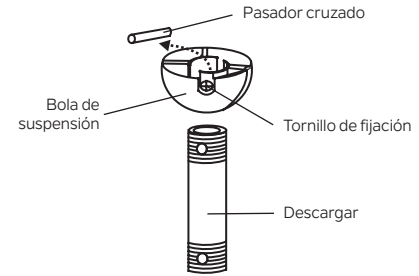

Figura 7
**Paso 5.** Retire la bola de suspensión del conjunto de la varilla de extensión aflojando el tornillo de fijación, desatornillando y quitando el pasador transversal y desatornillando la bola para quitarla de la varilla. (Figura 7)